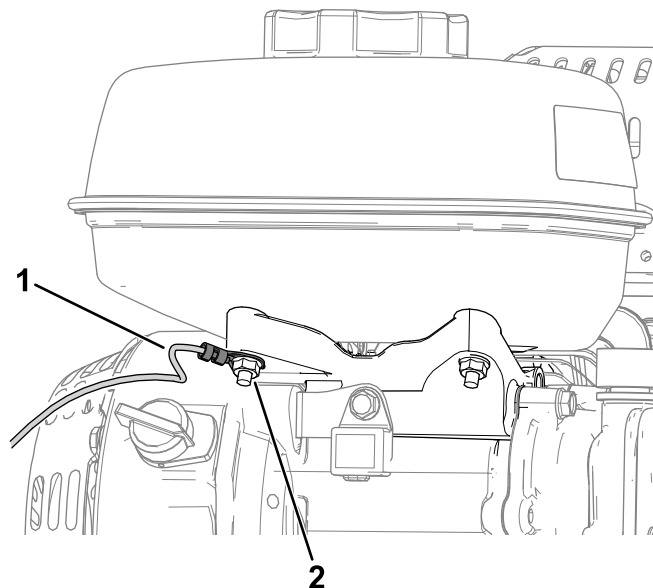

图 3
- 在油箱下面使用现有螺母将地线环形端子连接到发动机图 3。